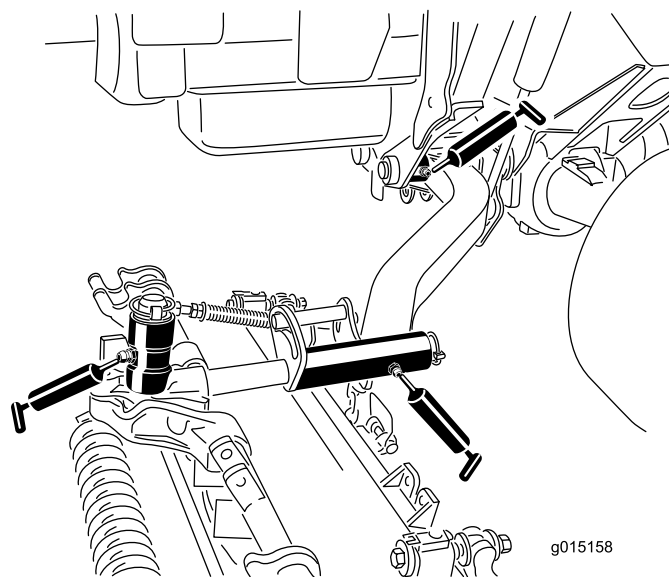

図 51
- カッティングユニットのキャリアフレームカッティングユニット 1 台に 2ヶ所 図 51
- 昇降アームのピボットカッティングユニット 1 台に 1ヶ所 図 51
- 昇降アームのピボットブッシュカッティングユニット 1 台に 1ヶ所 図 51